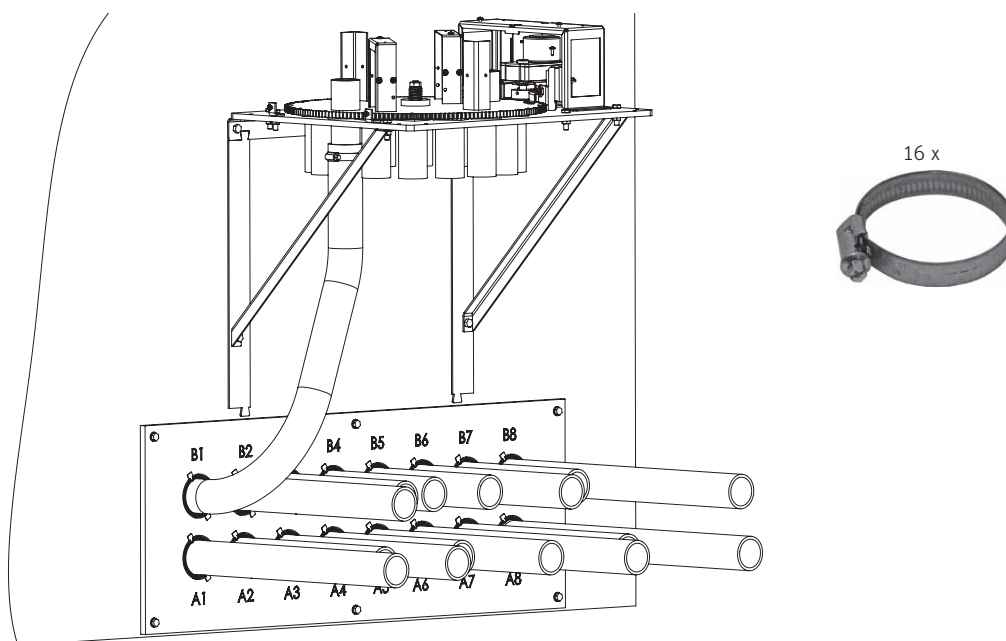

Fig. 47 Montage dans l'ordre du tuyau de A1 à B8 sur l'unité de commutation
- ▶ dénuder le fil de terre à l'extrémité du tuyau, connecter le tuyau B1 au raccord B1 de l'unité de commutation et le fixer avec un collier – Fig. 47.